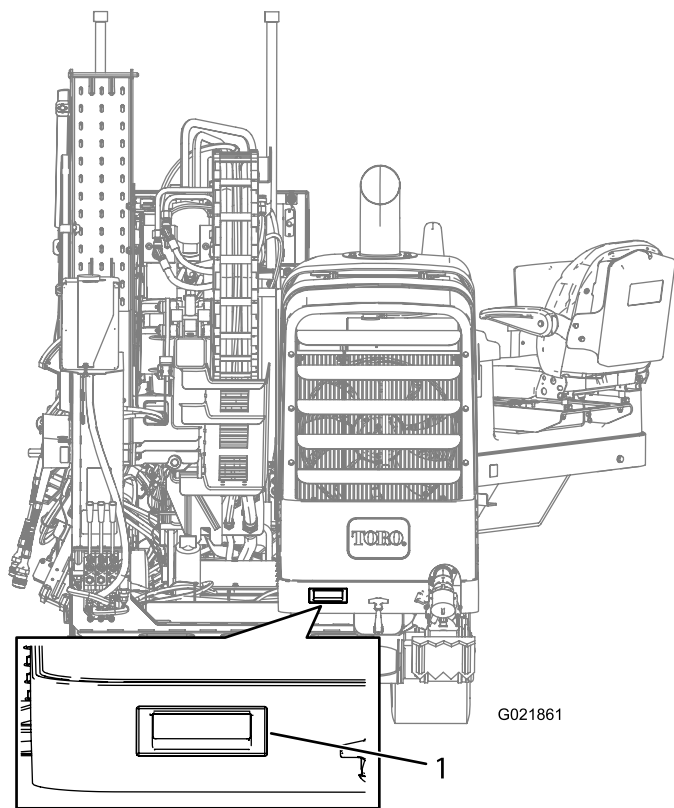

Figure 98
3. Tirez la poignée, comme montré à la Figure 98.